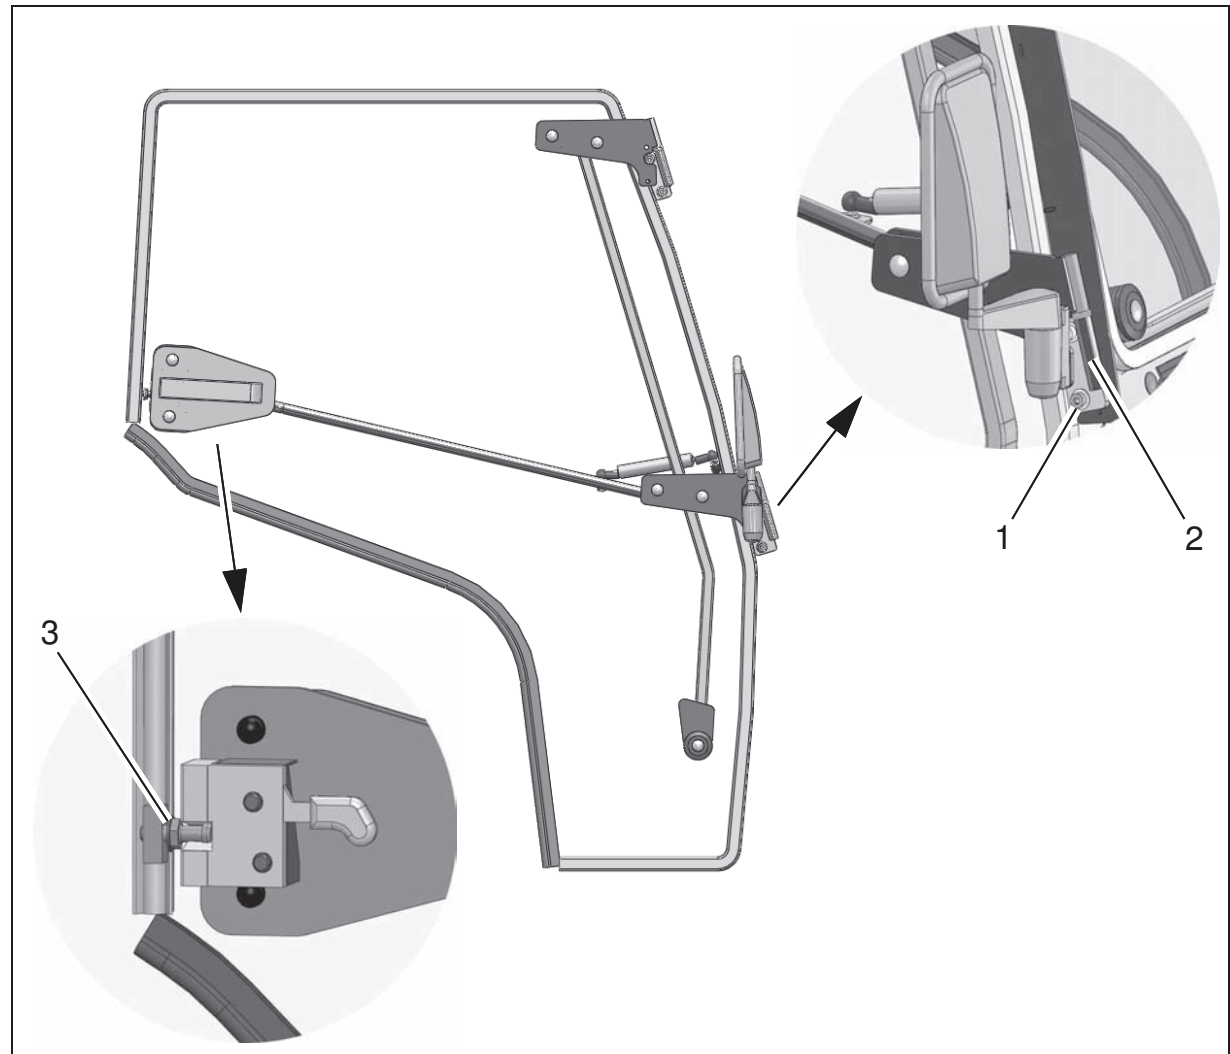

Abb.9
1. Türaufnahmen (Abb. 9/1) oben am Dachträger und unten seitlich an die Rahmen anbauen. Noch nicht festschrauben!
2. Türen (Abb. 9/2) links und rechts in die Türaufnahmen einhängen.
3. Schließteil (Abb. 9/3) anbauen, Tür schließen, ausrichten und festschrauben.